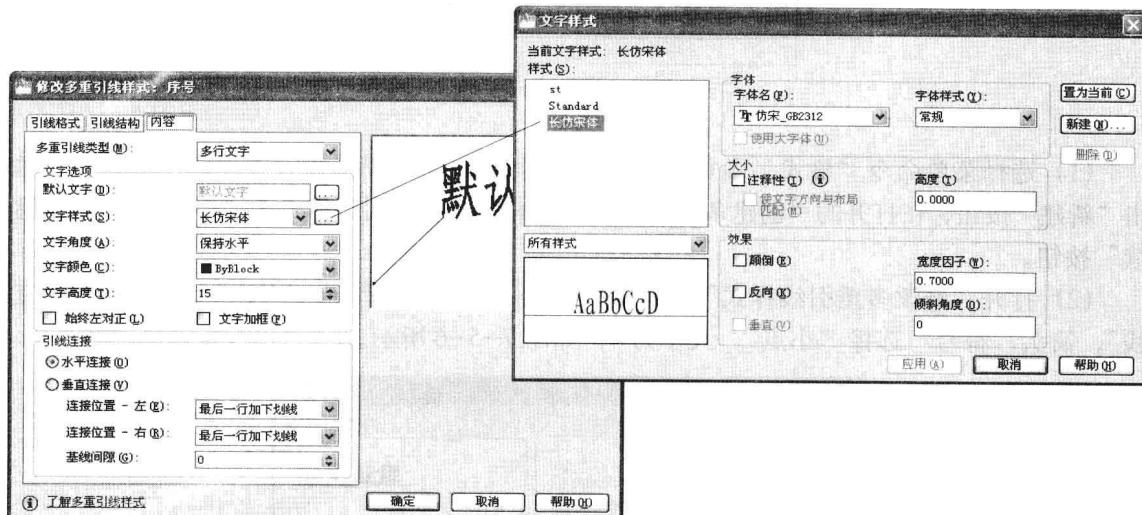

图 7-5-8
(4) 单击“内容”选项卡，“多重引线类型”选择默认的“多行文字”，引线“连接位置 - 左”和“连接位置 - 右”选择“最后一行加下划线”，“基线间隙”设为 0，“文字样式”选择“长仿宋体”，如图 7-5-8 所示。单击“确定”按钮。新建的多重引线已置为当前使用样式，单击“关闭”按钮，多重引线样式设置完成。